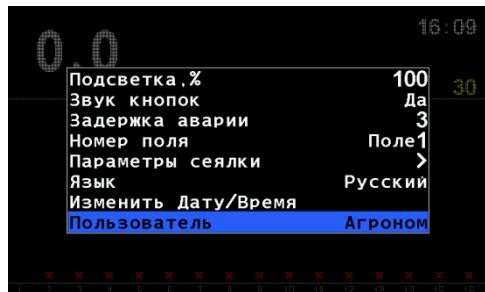

Рисунок 24
- Кнопками "**Вверх**" и "**Вниз**" выбрать пункт меню "**Пользователь**" (см. "Рисунок 24"). Кнопками "**Влево**" и "**Вправо**" выбрать "**Агроном**" и нажать кнопку "**Меню**". В появившемся окне ввести